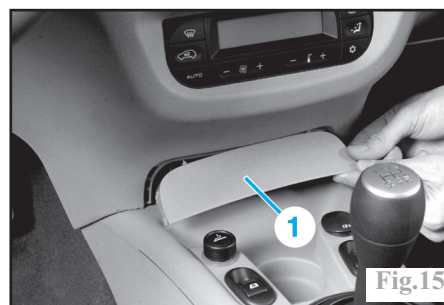

Fig.15
Déclipser le cache (1) (Fig.15).